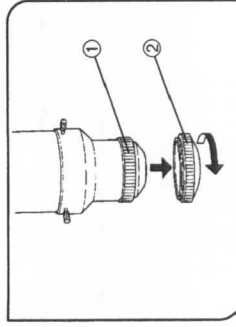

Abb. 18
⊙ Nützlich bei Verwendung eines Abgleichobjektivs (PF) mit dem Objektrevolver SZX-2RE ⊗ und dem SZX-AL20X (Abb. 18)